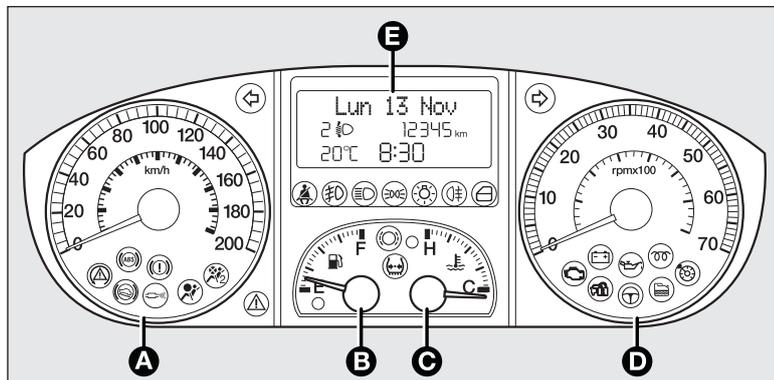

fig. 9
**Comfort fig. 9****A** – Tachimetro (indicatore velocità)**B** – Indicatore livello carburante con spia riserva**C** – Indicatore temperatura liquido raffreddamento motore con spia di massima temperatura**D** – Contagiri**E** – Display multifunzionale riconfigurabile Spie presenti solo nelle versioni Multijet